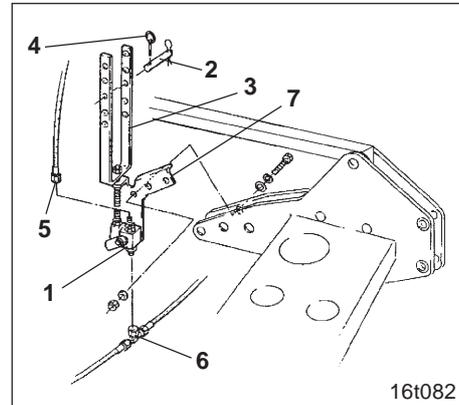

Fig. 13.7
La course de relevage du semoir pneumatique est réglable en continu. Pour régler la course de relevage, il faut brocher l'axe (fig. 13.7/2) dans le trou convenable de l'étrier en forme de U (fig. 13.7/3) et le verrouiller en position à l'aide d'une goupille agricole (fig. 13.7/4).
- Dès que le circuit hydraulique a été purgé, dévissez au niveau du raccord T (fig. 13.7/6) le flexible hydraulique (fig. 13.7/5) reliant le tracteur aux vérins.
- Vissez la console de fixation de la valve du limiteur (fig. 13.7/7) au bâti d'attelage supérieur de l'outil de préparation de sol.
- Vissez le raccord T (fig. 13.7/6) et le flexible (fig. 13.7/5) à la valve du limiteur (fig. 13.7/1).
- Acheminez le flexible (fig. 13.7/5) jusqu'au tracteur et connectez le raccord hydraulique à une prise hydraulique simple effet. En actionnant le distributeur placé dans la cabine du trac-